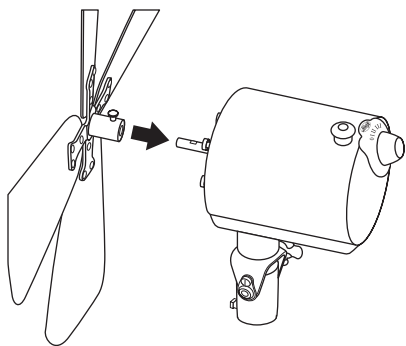

FIGURA 9
21. Deslice el manguito del conjunto del aspa sobre el eje del motor, asegurando que el tornillo de montaje de aspa se ubique en la parte plana del eje del motor. Vea la Figura 9. Apriete el tornillo de ajuste del conjunto del aspa de modo que asiente contra la parte plana del eje del motor. Suavemente tire del conjunto de las aspas para asegurar que esté seguro en el eje del motor.
NOTA: Por fines de claridad, la rejilla posterior y el soporte de bloqueo ha sido retirada de la Figura 9 para mostrar la instalación del manguito/eje del motor del conjunto del aspa.